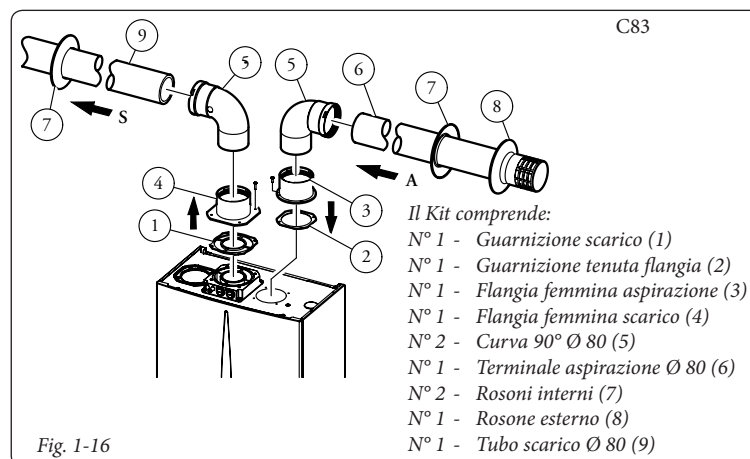

Fig. 1-16
**Kit separatore Ø 80/80.** Questo kit consente l'aspirazione dell'aria all'esterno dell'abitazione e lo scarico dei fumi in camino o canna fumaria mediante la separazione dei condotti di scarico fumi e aspirazione aria. Dal condotto (S) (rigorosamente in materiale plastico per resistere alle condense acide), vengono espulsi i prodotti della combustione. Dal condotto (A) (anch'esso in materiale plastico), viene aspirata l'aria necessaria per la combustione. Il condotto di aspirazione (A) può essere installato indifferentemente a destra o a sinistra rispetto al condotto centrale di scarico (S). Entrambi i condotti possono essere orientati in qualsiasi direzione.
- Montaggio kit (Fig. 1-16): Installare la flangia (4) sul foro centrale della caldaia interponendo la guarnizione (1) (*che non necessita di lubrificazione*) posizionandola con le sporgenze circolari verso il basso a contatto con la flangia di caldaia e serrare con le viti a testa esagonale e punta piatta presenti nel kit. Togliere la flangia piatta presente nel foro laterale rispetto a quello centrale (a seconda delle esigenze) e sostituirla con la flangia (3) interponendo la guarnizione (2) già presente in caldaia e serrare con le viti autofilettanti con punta in dotazione. Innestare le curve (5) con lato maschio (liscio) nel lato femmina delle flange (3 e 4). Innestare il terminale di aspirazione (6) con lato maschio (liscio), nel lato femmina della curva (5) sino a portarlo in battuta, accertandosi di avere già inserito i relativi rosone interni ed esterni. Innestare il tubo di scarico (9) con lato maschio (liscio), nel lato femmina della curva (5) sino a portarlo in battuta, accertandosi di avere già inserito il relativo rosone interno, in questo modo si otterrà la tenuta e la giunzione degli elementi che compongono il kit.